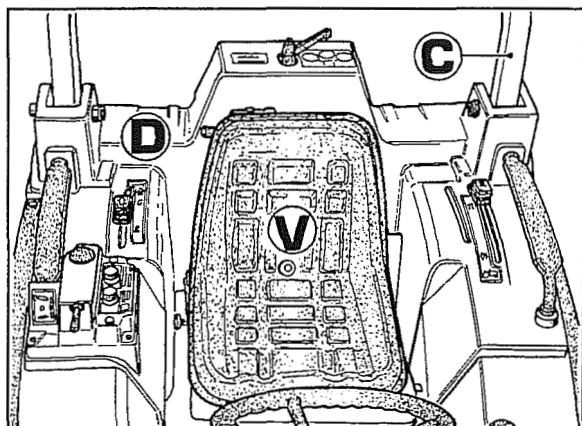

Fig. 7
2. Retirar o assento **V** fig. 7.
3. Retirar o roll-bar **C** e a estrutura de fibra de vidro **D** fig. 7 depois de ter retirado os vários manípulos, pegas e o suporte dos comandos do levantador.